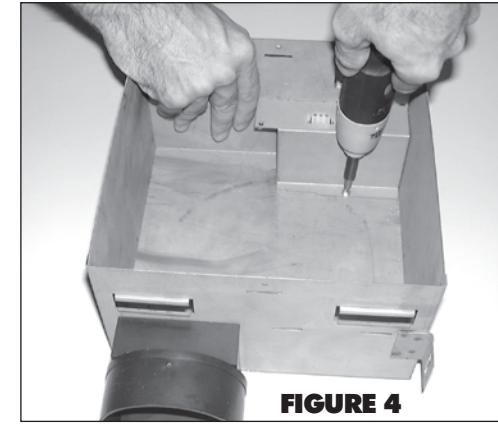

FIGURE 4
4. Remove screw that holds electrical box cover. (Fig. 4)
4. Quite el tornillo que sujetla la cubierta de la caja eléctrica. (Fig. 4)
4. Retirer la vis qui tient le couvercle du boîtier électrique fixé à l'enveloppe. (Fig. 4)